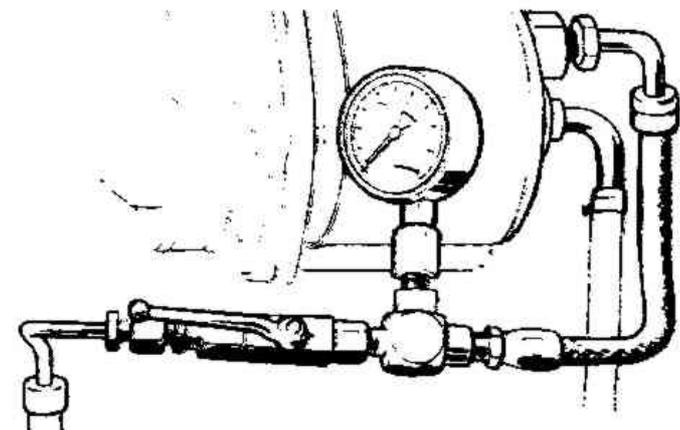

Рис. 11.50. Манометр, управляющий клапан и муфты (Разд.36)
2. Подсоедините манометр, как показано на Рис. 11.50. Установите манометр перед лобовым стеклом, чтобы его можно было видеть с места водителя. Залейте в резервуар усилителя рулевого механизма гидравлическую жидкость и прокачайте систему, как